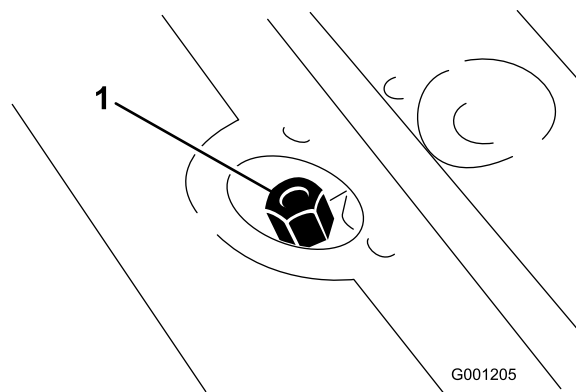

Figure 25
2. Dévissez le bouchon-jauge (Figure 25) du goulot de remplissage et essuyez-le sur un chiffon propre. Revissez la jauge à la main dans le goulot de remplissage, puis sortez-la de nouveau pour vérifier le niveau de liquide. Si le niveau est à plus de 13 mm de la rainure de la jauge, faites l'appoint pour atteindre la rainure. Ne remplissez pas excessivement.